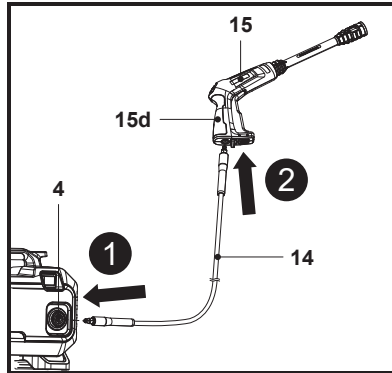

Fig. 4
1. Enfoncer une extrémité du tuyau haute pression (14) dans le raccord de tuyau (4) de la machine jusqu'au bout. Un déclic doit se faire entendre (Fig. 4, étape 1).
3. Enfoncer l'autre extrémité du tuyau haute pression (14) dans le raccord de tuyau (15d) du pistolet de pulvérisation (15) jusqu'au bout. Un déclic doit se faire entendre (Fig. 4, étape 2).